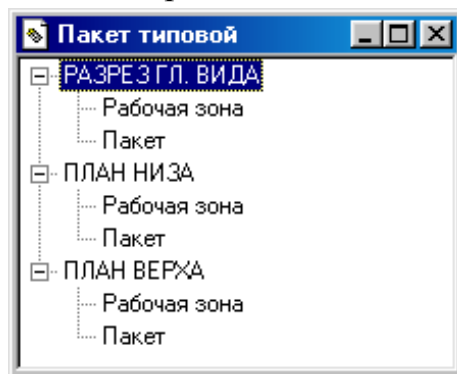

Рисунок 1.42 – Командне меню «Пакет типовий»
– натискується кнопка "Проектування об'єкта". Після натискання на кнопку автоматично завантажується КОМПАС-ГРАФІК, відкривається складальне креслення й на екрані з'являється командне меню (рис. 1.42);